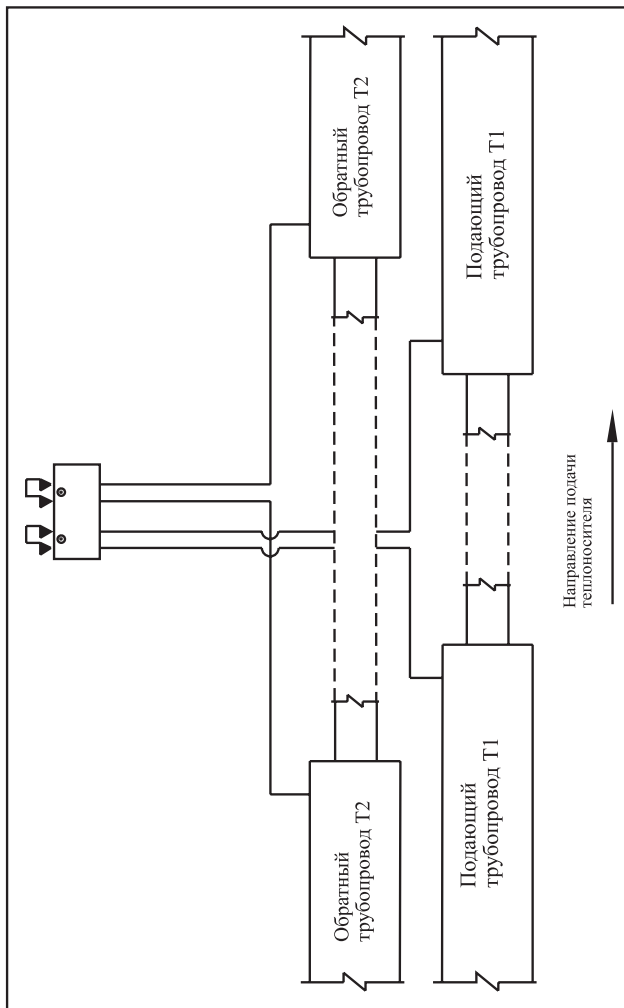

Рис. 5 «Соединение двух независимых двухтрубных систем ОДК»
- 2.4. Соединение двух независимых двухтрубных систем ОДК, сходящихся с двух сторон в тепловой камере или другом подобном объекте - **Рис. 5, 10.**